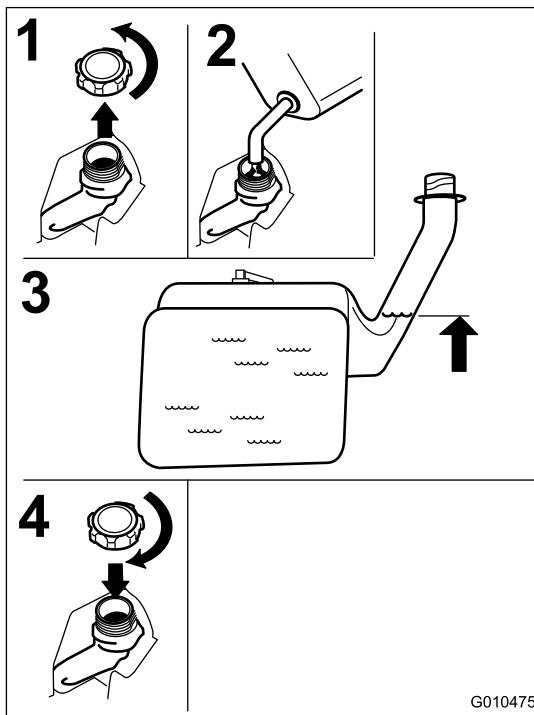

Figura 9
3. Llene el depósito de combustible hasta la parte inferior del cuello de llenado Figura 9.